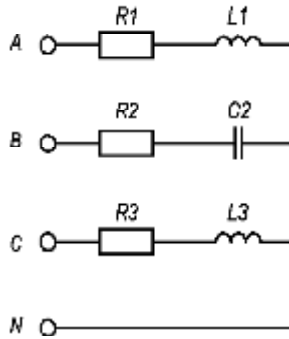

Рисунок 3.4
**Задача 3.2.** Определить линейное и фазное напряжения, фазные токи, ток в нулевом проводе, активную, реактивную и полную мощности каждой фазы и всей трёхфазной цепи (рис. 3.4), а также угол сдвига фаз между током и напряжением в каждой фазе, используя исходные данные таблицы 3.2.